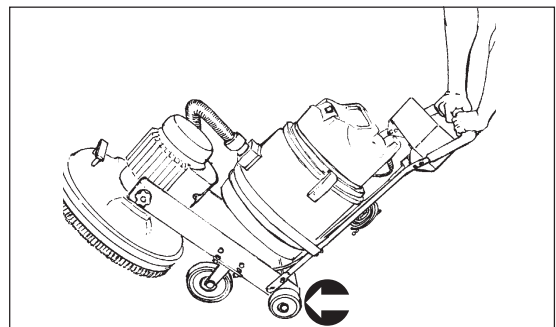

Figure 14 14
- Enlevez le pied de la courroie de support d'inclinaison et continuez à appuyer sur la poignée jusqu'à ce que la machine repose en position verticale sur la poignée et les roues d'inclinaison. (voir Figure 14)